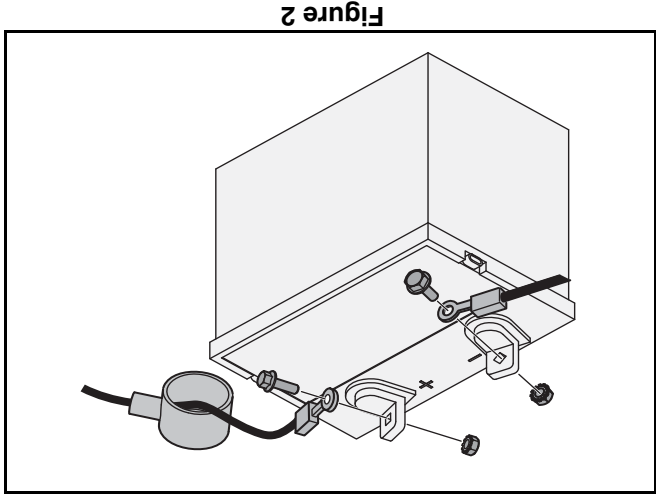

Figure 2
1. Enlevez le couvercle en plastique, si équipé, de la borne positive de la batterie et attachez le câble rouge à la borne positive de la batterie (+) avec le boulon et l'écrou à six pans. Voir la Figure 2.